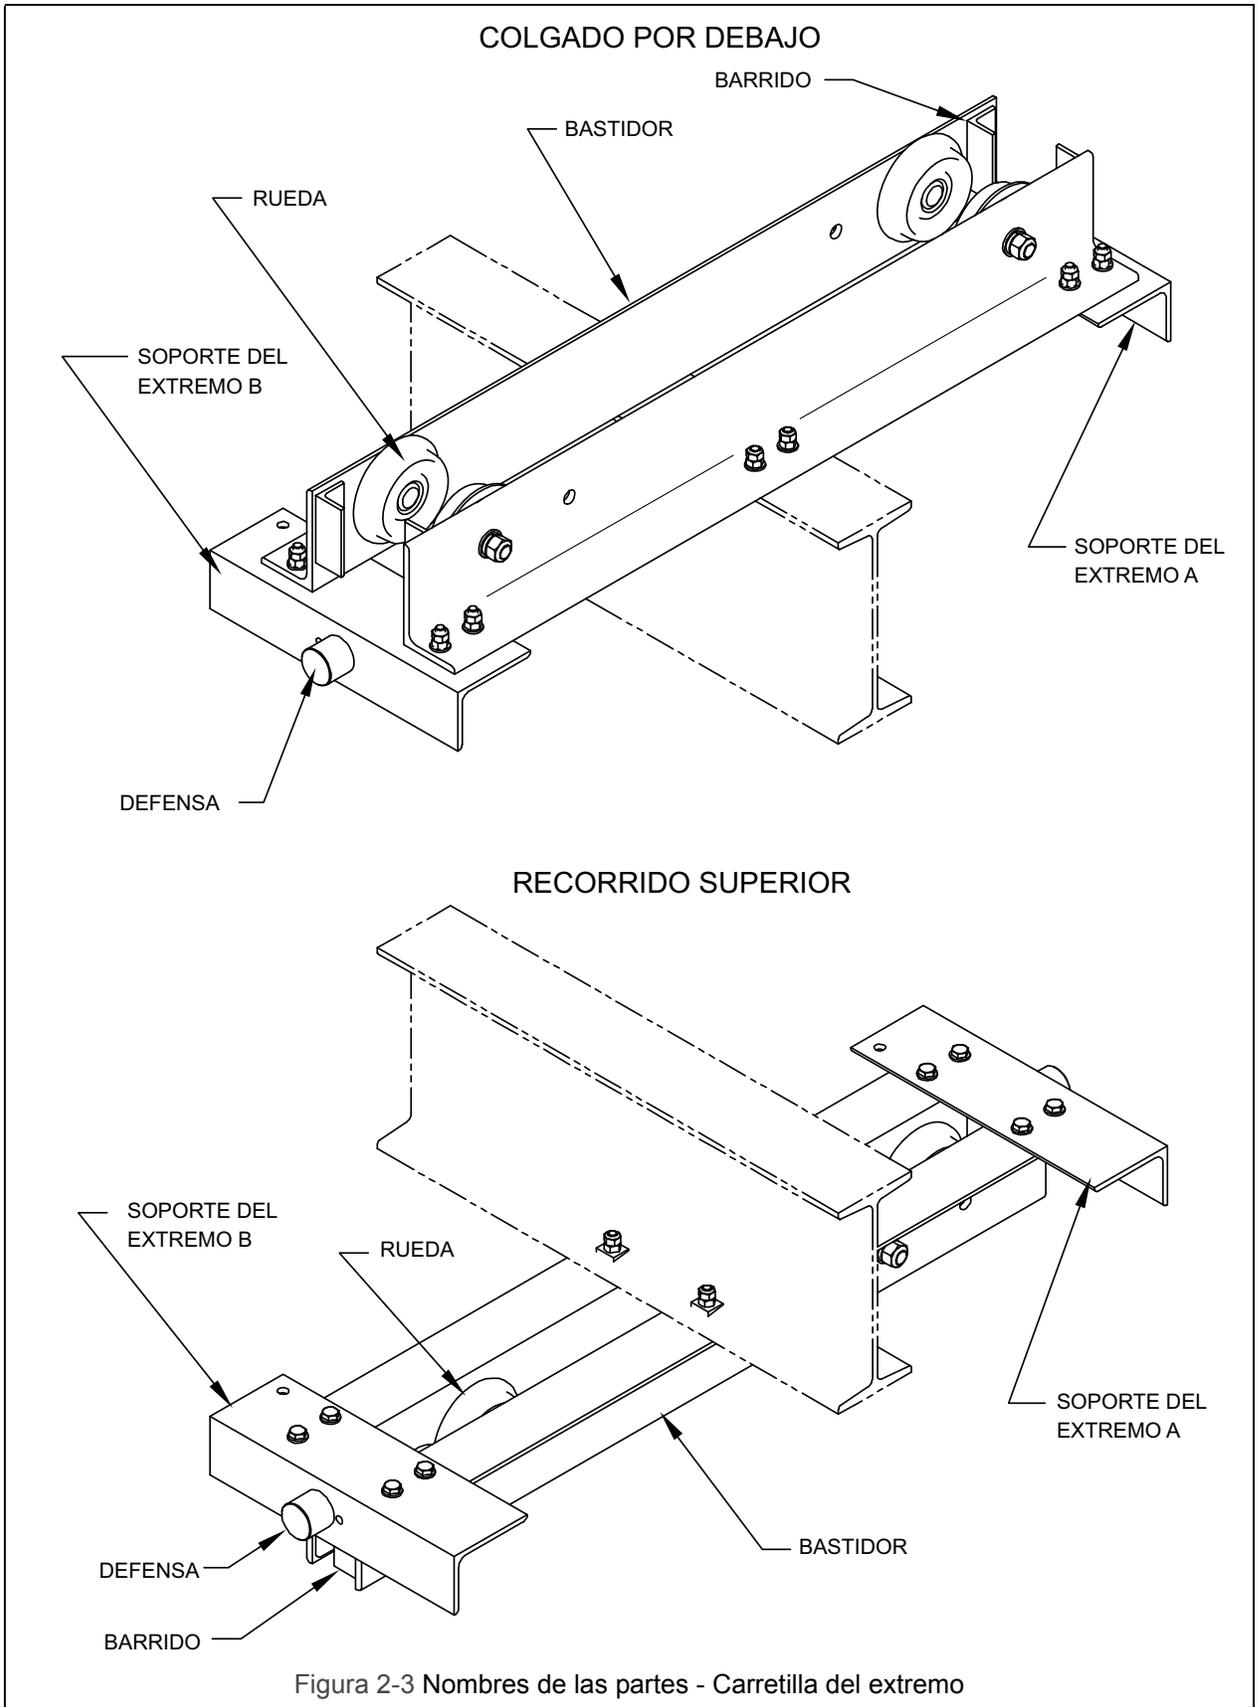
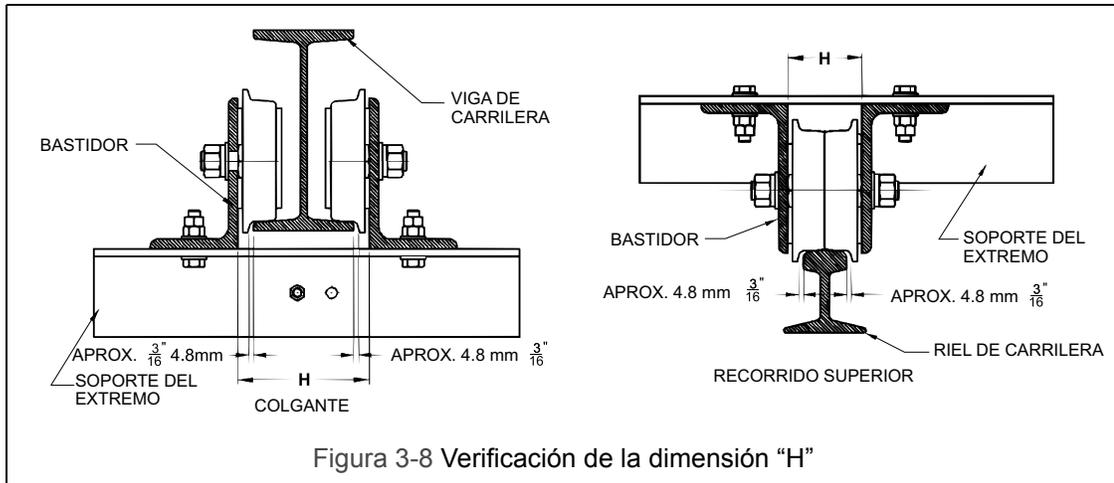
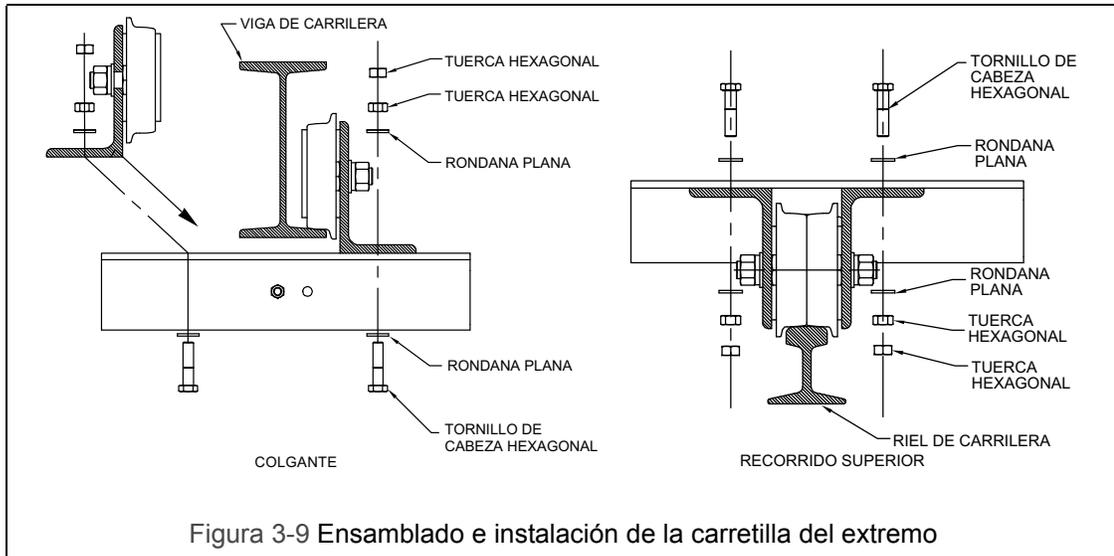

Figura 2-3 Nombres de las partes - Carretilla del extremo
Figura 3-8 Verificación de la dimensión “H”
Figura 3-9 Ensamblado e instalación de la carretilla del extremo
- Consulte la Figura 2-3 y la Figura 3-9 y ensamble juntos los bastidores y los soportes del extremo. A medida que apriete los sujetadores (no debe apretarlos aún por completo - esto se realizará posteriormente) mida la dimensión “H” real de conformidad con la Figura 3-8. Verifique que la dimensión “H” medida y la dimensión “H” calculada sean la misma.
- Coloque el bastidor con los soportes del extremo aún conectados al mismo sobre la viga de la carrilera, de modo que el trayecto de sus ruedas sobre la brida inferior de la viga de la carrilera se realice conforme con la parte del colgante de la Figura 3-9.
- De la misma manera coloque el otro bastidor de lado opuesto de la viga de la carrilera y vuelva a montar este bastidor en los soportes del extremo, nuevamente conforme con la parte colgante de la Figura 3-9.
- Coloque la carretilla del extremo sobre el riel de la carrilera (o la barra cuadrada) conforme con la parte de movimiento superior de la Figura 3-8.
- Si se usan carretillas del extremo como parte de la grúa del puente de recorrido elevado, entonces mueva la grúa a lo largo de toda la longitud de la carrilera. Asegúrese de que la grúa se encuentre apropiadamente libre de obstáculos. Revise que el alineamiento y espacio libre de la grúa y las carretillas del extremo sean los adecuados para la carrilera (Consulte la Figura 3-8 y la Figura 3-11). Ajuste según sea necesario. Asegúrese de que después de cualquier ajuste, los sujetadores se aseguren y aprieten de manera adecuada.